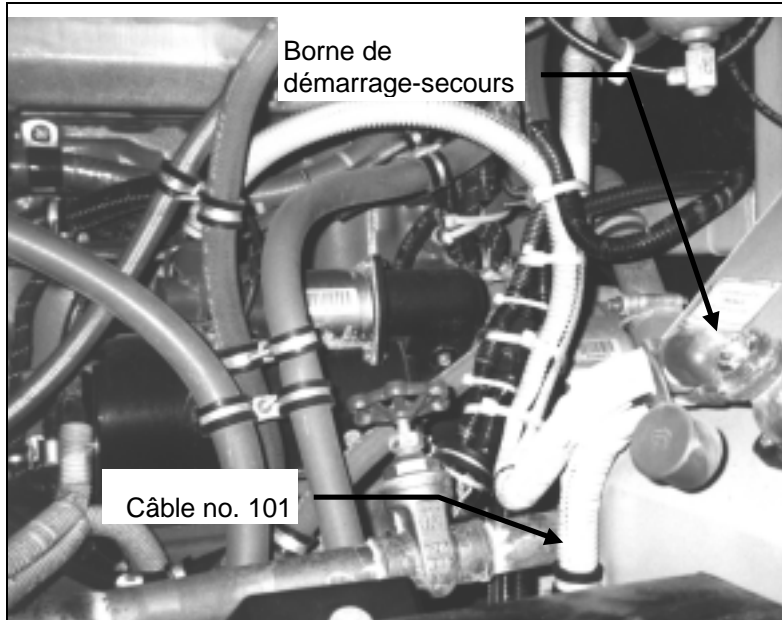

FIGURE 1: EMBLACEMENT DU CÂBLE
1. Dans le compartiment moteur, localiser le câble no. 101A (Fig. 1).
1. Vérifier que l'interrupteur principal des batteries est à la position ARRÊT (OFF) et puis débrancher le câble de la borne de démarrage-secours (Fig. 1).